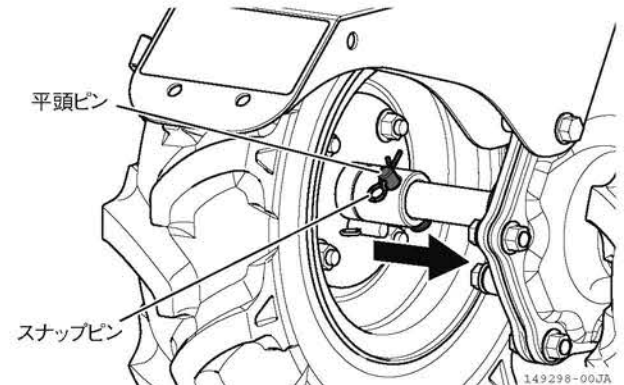

図 3-10 タイヤ幅の調節のしかた
1. 左右のタイヤ内側にある簡易旋回機構のスナップピンを外し、平頭ピンを抜きます。(図 3-10)
2. タイヤを内側にずらします。(図 3-10)